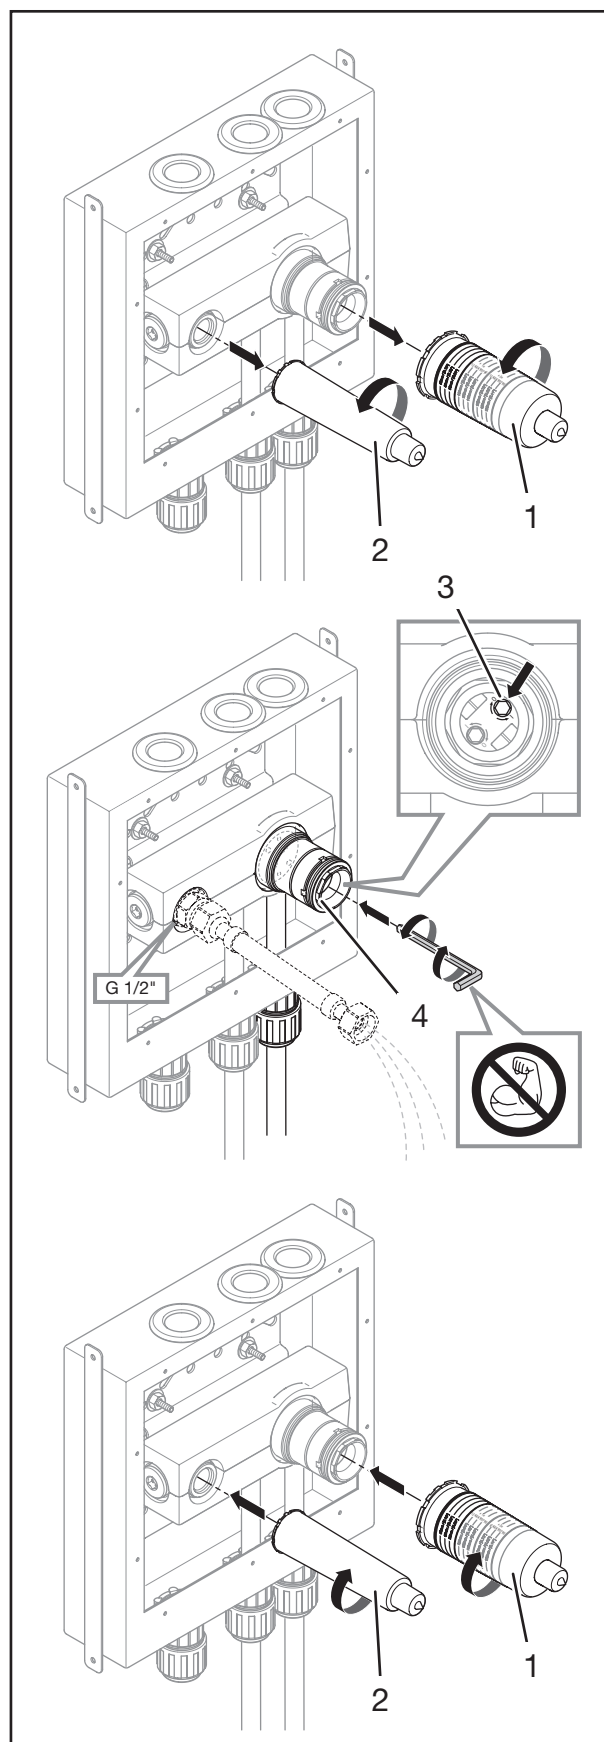

Fig. 10: Spolning av kallvatten
1. Ta bort skyddslocken på blandaren (fig. 10/1) och ventilen (fig. 10/2).
2. Öppna regulatorn för kallvatten (fig. 10/3) i blandaren (fig. 10/4) med en 5 mm insexnyckel.
4. Stäng regulatorn för kallvatten (fig. 10/3) i blandaren (fig. 10/4) med en 5 mm insexnyckel.
5. Montera skyddslocken på blandaren (fig. 10/1) och ventilen (fig. 10/2).